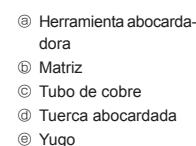

Fig. 5-5
5.2.4. Labores de abocardamiento (Fig. 5-5)